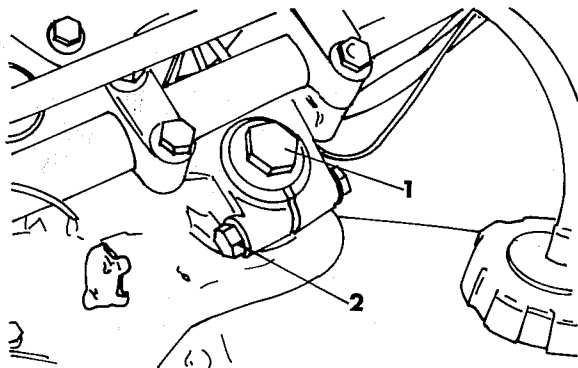

Bild 20
- Die Befestigungsschraube (1) und die Klemmschrauben (2) des Lenkers lösen (Bild 20).